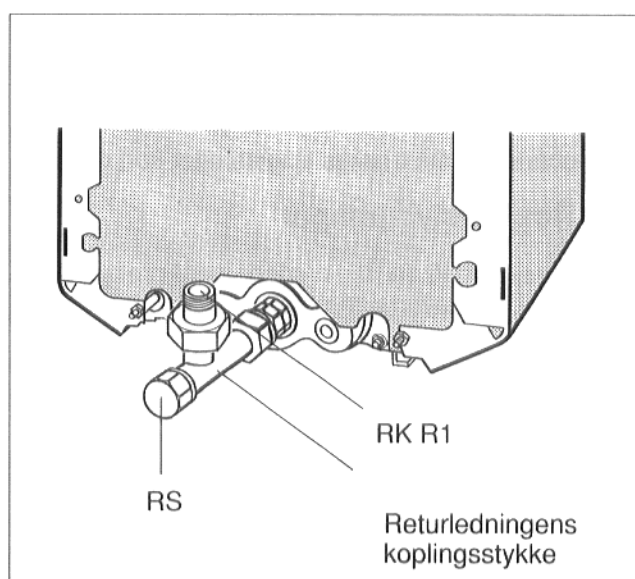

fig. 11
- Returledningen til varmtvannsberederen (RS) må alltid koples til returledningens koplingsstykke bakfra og varmekretsens returledning (RK) må koples fra siden til returledningens koplingsstykke (fig. 11).